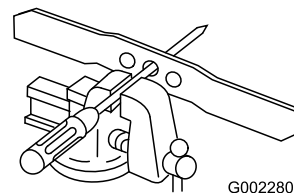

Рисунок 37
1. Проверьте балансировку ножа, поместив центральное отверстие в нож поверх гвоздя или стержня отвертки, зажатых горизонтально в тисках (Рисунок 37).